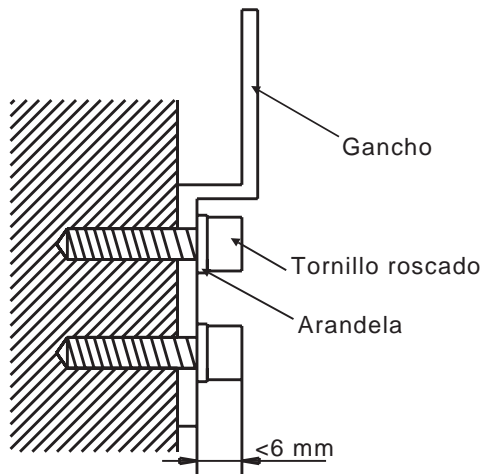

Fig. 4-8
1. Fije el gancho con el tornillo roscado en la pared (vea la Fig. 4-8).